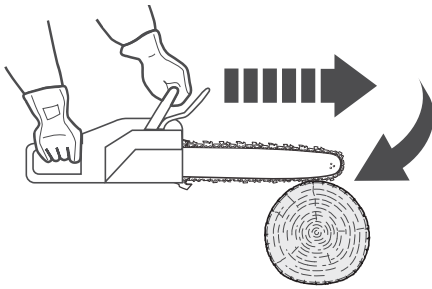

Fig. 33
1. El pinzamiento de la cadena (10) en la parte inferior de la espada (11) puede tirar del producto hacia adelante, en dirección contraria al operario (Fig. 33).